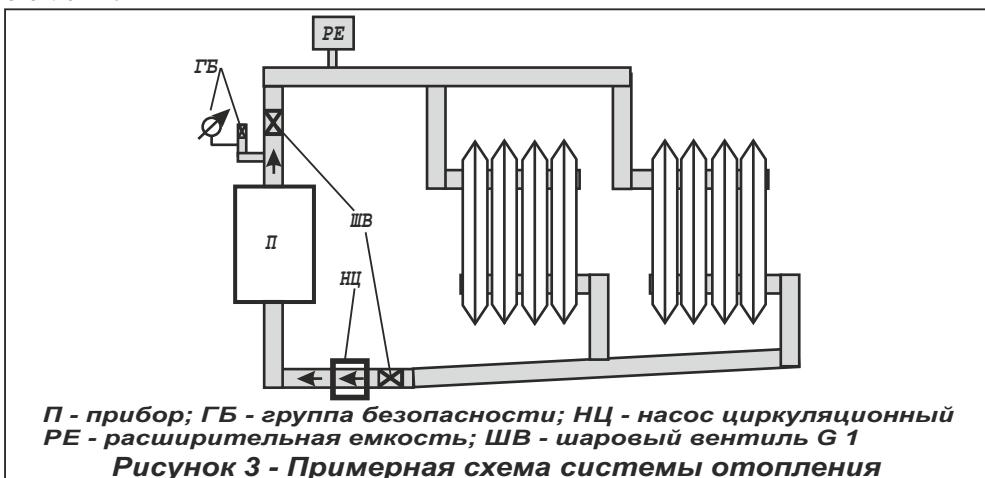

Рисунок 3 - Примерная схема системы отопления
5.9 Внимание! При эксплуатации прибора запрещается полностью или частично перекрывать шаровые вентили на входе и выходе из котла (см. рисунок 3).